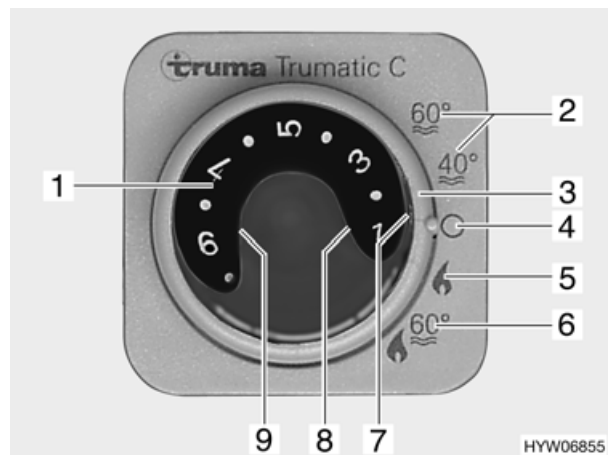
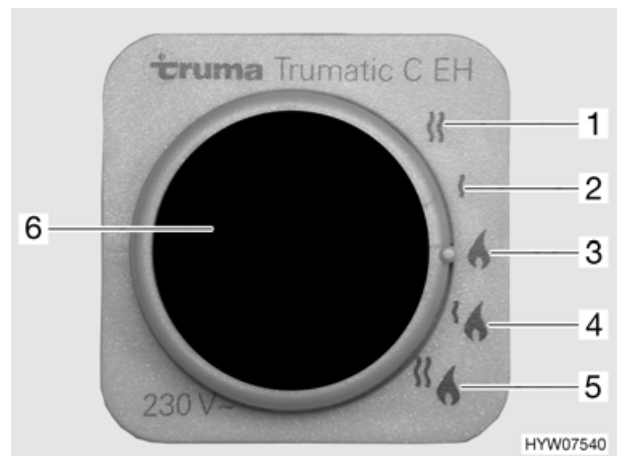

Bild 73 Bedieneinheit für Heizung/Boiler
Bild 74 Energie-Wahlschalter für Heizung/Boiler
■ Betriebsart mit dem Drehschalter (Bild 73,3) einstellen:
- Sommerbetrieb "40 °C" oder "60 °C" (Bild 73,2)
- Winterbetrieb "Heizung ohne Boiler" (Bild 73,5)
- Winterbetrieb "Heizung und Boiler" (Bild 73,6)
- Aus (Bild 73,4)
Die Heizung wählt nach gewünschter Raumtemperatur selbstständig die benötigte Brennerstufe. Wenn die gewünschte Raumtemperatur erreicht ist, schaltet der Brenner ab. Bei Betriebsart "Heizung und Boiler" (Bild 73,6) wird auch das Wasser im Boiler erhitzt. Die Heizung kann in der Betriebsart "Heizung ohne Boiler" (Bild 73,5) mit leerem Boiler betrieben werden.
- Temperaturdrehknopf (Bild 73,1) an der Bedieneinheit auf gewünschte Raumtemperatur stellen.
- Drehschalter (Bild 73,3) auf Winterbetrieb "Heizung ohne Boiler" oder auf Winterbetrieb "Heizung und Boiler" stellen.
Grüne Kontroll-Leuchte (Bild 73,7) leuchtet.
- Drehschalter (Bild 73,3) auf "Aus" (Bild 73,4) stellen.
- ▷ Wenn die Heizung an der Bedieneinheit (Bild 73) auf Sommerbetrieb (Bild 73,2) gestellt ist und der Energie-Wahlschalter auf Mischbetrieb (Bild 74,4 oder 5) gestellt wird, arbeitet die Heizung dennoch nur im 230-V-Betrieb. Der Gasbrenner wird nicht zugeschaltet.
- Gasbetrieb (Bild 74,3)
- 230-V-Elektrobetrieb mit den Leistungsstufen 900 W (Bild 74,2) oder 1800 W (Bild 74,1)
- Gasbetrieb und 230-V-Elektrobetrieb (Mischbetrieb) mit den Leistungsstufen 900 W (Bild 74,4) oder 1800 W (Bild 74,5)
Die Kombination Gasbetrieb und 230-V-Elektrobetrieb verkürzt die Aufheizzeit (nur möglich, wenn die Heizung an der Bedieneinheit (Bild 73) auf Winterbetrieb gestellt ist).
Wenn der 230-V-Elektrobetrieb gewählt ist, leuchtet die gelbe Kontroll-Leuchte (Bild 74,6).
Die Spannungsversorgung für Heizung/Boiler und das Sicherheits-/Ablassventil kann durch den 12-V-Hauptschalter nicht unterbrochen werden. Bei Störung leuchtet die rote Kontrollleuchte (Bild 73,8) an der Bedieneinheit für Heizung/Boiler Trumatic C auf (siehe Kapitel 14).